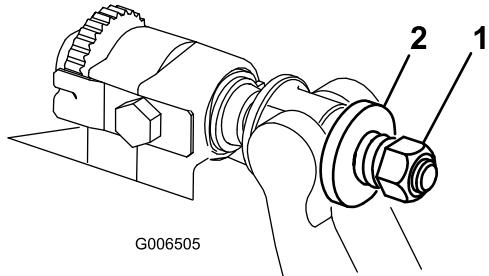

図 40
4. スプリングがつぶれるまでテンションナットを締め、そこから半回転戻す図 40。